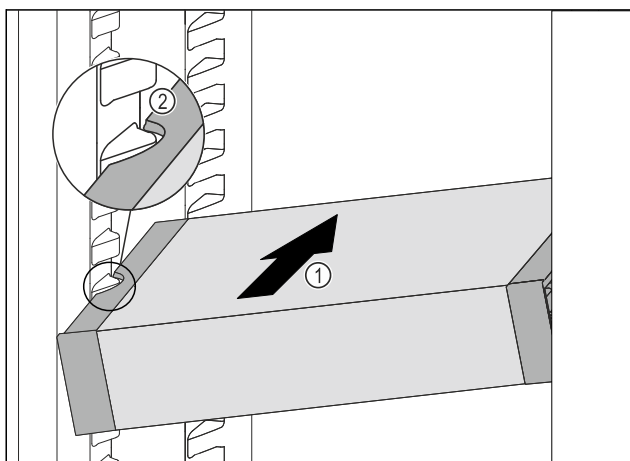

Fig. 104
- Zasuňte VarioSafe do chladničky pod úhlem tak Fig. 104 (1), aby vybrání na bocích Fig. 104 (2) VarioSafe byla na úrovni žebrování na nádoby v chladničce.